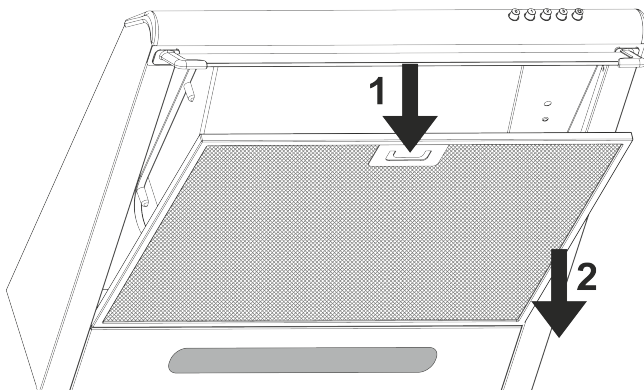
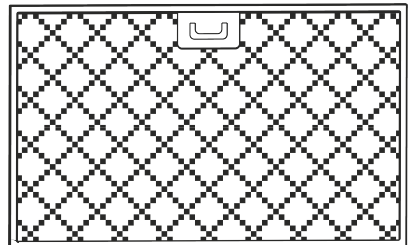

Рис. 8
Рис. 10
Для зняття алюмінієвого фільтра (**рис.8**) слід натиснути на пружинну **засувку 1** на фільтрі і **потягнувши на себе вниз 2**, зняти його. Установка фільтра виконується у зворотному порядку.
- зняти алюмінієвий фільтр **1 (рис.8)**, формат фільтрів показано на (**рис.10**);